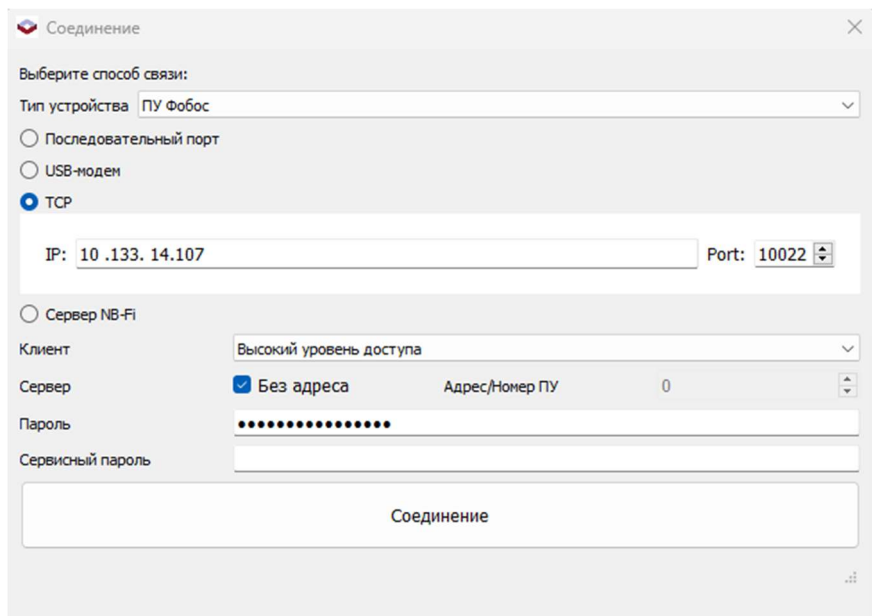

Рисунок 4.4
1. Выбрать способ связи «ТСР» (см. Рис. 4.4).